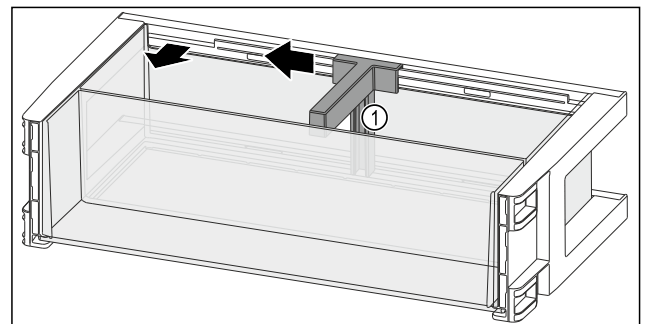

Fig. 92
- Flaschenhalter Fig. 92 (1) bis zur Aussparung zur Seite schieben.
- Flaschenhalter Fig. 92 (1) entnehmen.